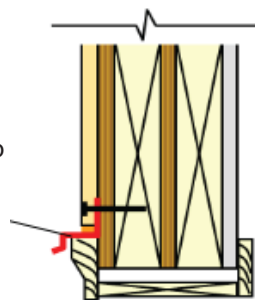

Рис. 30
- Необходимо оставлять зазор 5 мм между нижним краем панели или трима и Z-образным фартуком, и обязательно тщательно прокрашивать нижний край панели или трима, а зазор необходимо заполнить окрашиваемым незатвердевающим герметиком (Рис. 30)